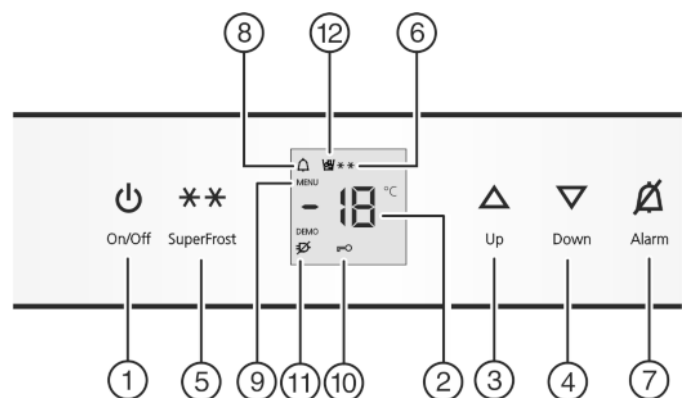

Fig. 2
- ▶ Toets On/Off *Fig. 2 (1)* indrukken.
- ▶ Instelmodus activeren: toets SuperFrost *Fig. 2 (5)* ca. 5 s indrukken.
- ▷ Het symbool Menu *Fig. 2 (9)* is verlicht.
- ▶ Druk kort op de toets SuperFrost *Fig. 2 (5)* om te bevestigen. Als in de display **c1** wordt aangegeven:
- ▶ om de kinderbeveiliging in te schakelen, drukt u kort op de toets SuperFrost *Fig. 2 (5)*.
- ▷ Het symbool kinderbeveiliging *Fig. 2 (10)* brandt. Op de display knippert **c**. Als in de display **c0** wordt aangegeven:
- ▶ om de kinderbeveiliging uit te schakelen, drukt u kort op de toets SuperFrost *Fig. 2 (5)*.
- ▷ Het symbool Kinderbeveiliging *Fig. 2 (10)* dooft. Op de display knippert **c**.
- ▶ Instelmodus deactiveren: toets On/Off *Fig. 2 (1)* indrukken.
- ▶ Toets Alarm *Fig. 2 (7)* indrukken.
Tegelijkertijd knipperen de temperatuursdisplay en het symbool Alarm *Fig. 2 (8)*.
Het akoestisch alarm stopt automatisch, het symbool Alarm *Fig. 2 (8)* gaat uit en de temperatuursdisplay houdt op met knipperen, wanneer de temperatuur weer laag genoeg is.
- Temperatuur hoger instellen: insteltoets Up Fig. 2 (3) indrukken.
- Temperatuur lager instellen: insteltoets Down Fig. 2 (4) indrukken.